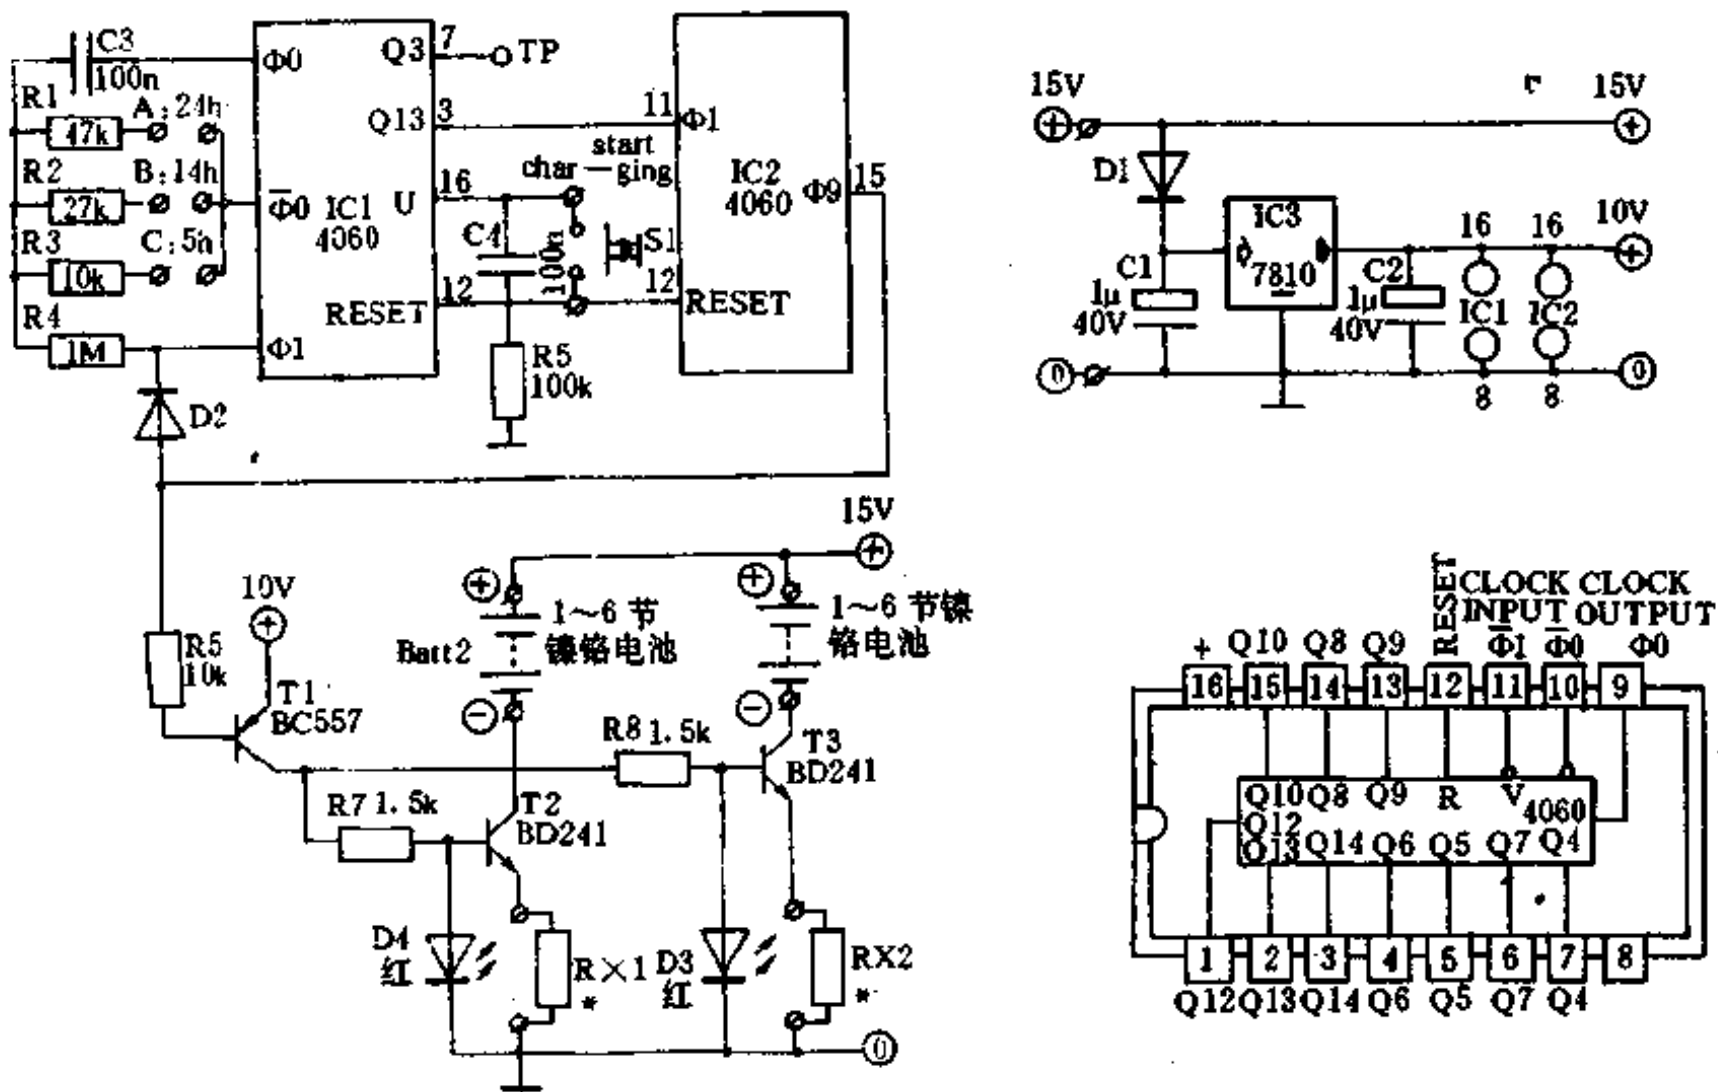

图 1-265
如图 1-265 所示的电路图可以看出,该电路由三部分组成:电源部分、时钟电路和两个电流源部分。两个相同的电流源使得充电器在同一时刻能同时给 12 节电池充电。
定时电路由两片 CD4060 芯片组成。如图 1-265 中连接所示,4060 拥有一振荡器和一个 14 级计数器的 CMOS 电路(rippk Counter)。振荡器只用在 IC1 芯片上,电容器 C3 和电阻 R1~R4 使得振荡器能正常工作。决定振荡器工作频率的是电容器 C3 和接在 CD4060 第⑩管脚处的电阻 R1、R2 或 R3。电路图 1-265 示出了我们可能选择三种不同的振荡频率,但一经分频后,就可以得到一相同的充电时间。